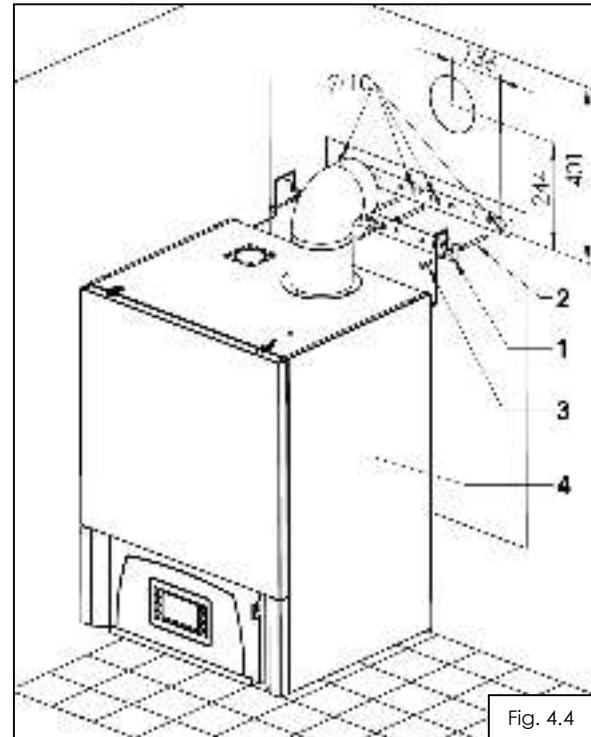

Fig. 4.4
- Executați prin gaurire două orificii pentru fixarea suportului centrală (1);
- Montați suportul centrală (1) cu diblurile și suruburile furnizate (2, 3) pe perete (fig.4.4);
- Suspundați centrala (4) pe suportul centrală.